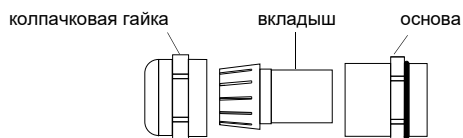

Рис. 6.7: Кабельный сальник
- Протяните кабель питания через колпачковую гайку, вкладыш и основу сальника (смотри Рис. 6.7).
- Зафиксируйте кабельный сальник, прикрутив колпачковую гайку к основе сальника (смотри Рис. 6.7).
- Протяните выходной кабель через колпачковую гайку, вкладыш и основу сальника (смотри Рис. 6.7).